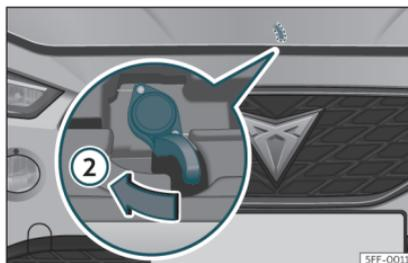

Fig. 184 Levier sous le capot.
- Pour soulever le capot moteur, appuyez vers la gauche avec la paume de la main vers le bas sur le levier situé sous celui-ci, au centre»» fig. 184 ②. Les crochets de fixation sont alors déverrouillés.